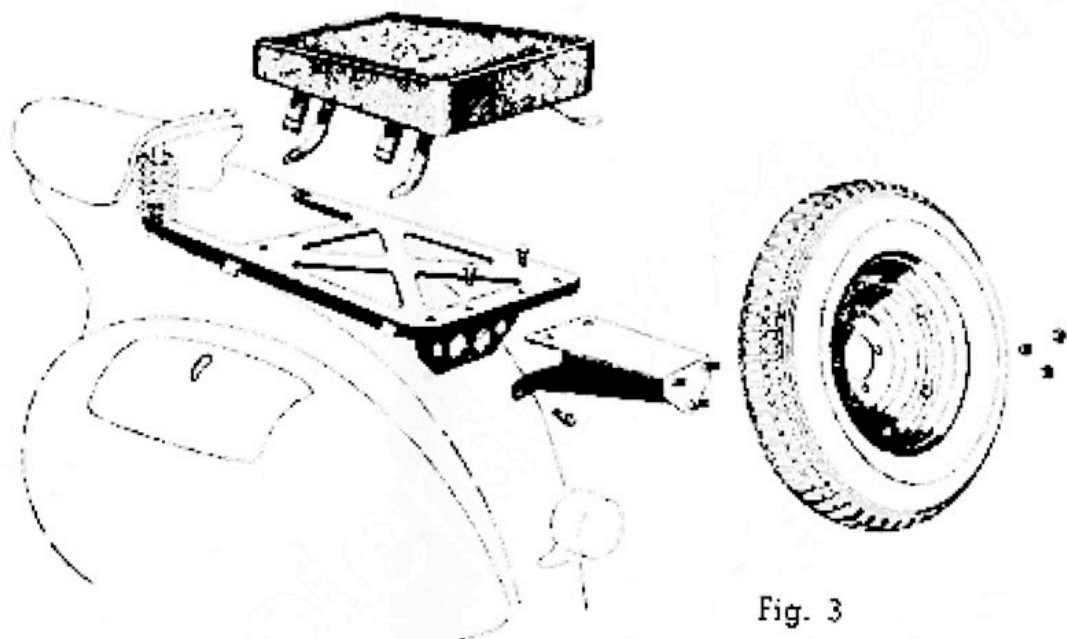

Fig. 3
**Porta ruota.** Nella parte posteriore del porta pacchi posteriore sono previsti tre fori per l'attacco di un supporto munito alla estremità di tre bulloni ai quali viene assicurata la ruota di scorta (fig. 3).